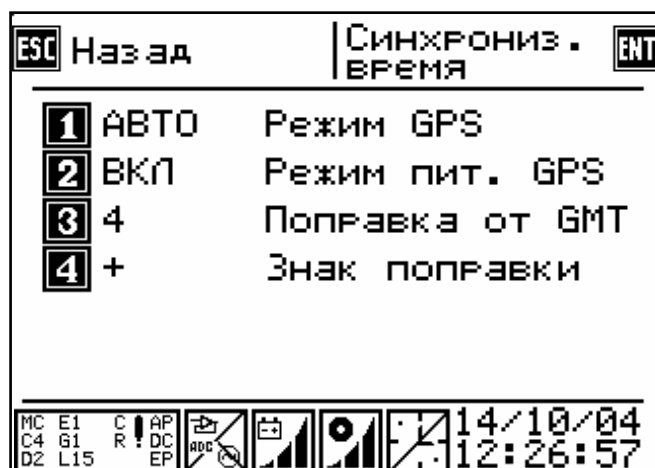

Рисунок 6.12
- кнопка **3** – задание параметров GPS (рисунок 6.12). При синхронной работе нескольких регистраторов или при необходимости учитывать координаты регистратора, предусмотрена работа с GPS антенной.;
В данное меню (рисунок 6.12) переход осуществляется по кнопке **3** из меню на рисунке 6.9 или последовательным нажатием кнопок **5 - 3** из главного меню.
Назначение кнопок (рисунок 6.12):